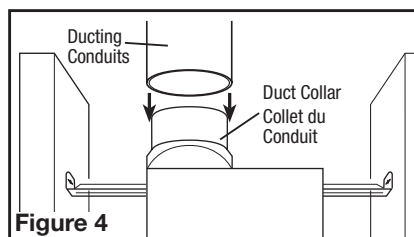

Figure 4
1. Connect the ducting to the fan's duct collar (Figure 4). Secure in place using tape or screw clamp. Always duct the fan to the outside through a wall or roof cap. It is recommended that low restriction termination fittings be used.
1. Raccorder le conduit au collet de conduit du ventilateur (Figure 4). Fixer en place à l'aide de ruban ou de serre-joint. Toujours évacuer le ventilateur vers l'extérieur au travers de chapeau mural ou de toit. Il est recommandé que les raccords d'extrémité basse de restriction pas leur débit d'air nominal.